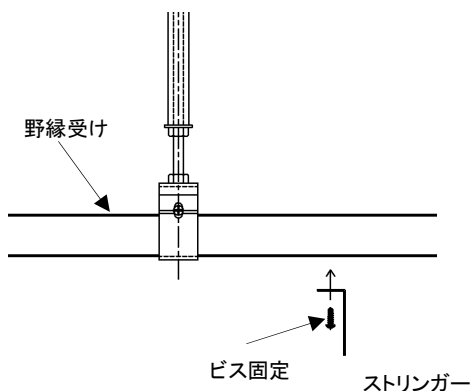
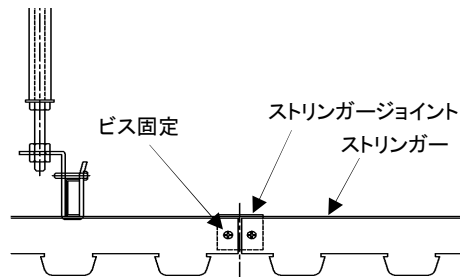

図 4-1 野縁取付け
図 4-2 野縁取付け
- ・接続部分はストリンガージョイント(L型)を使用する。(図4-2参照) (図4-1参照) もしくは、外部野縁受けジョイントを使用する。